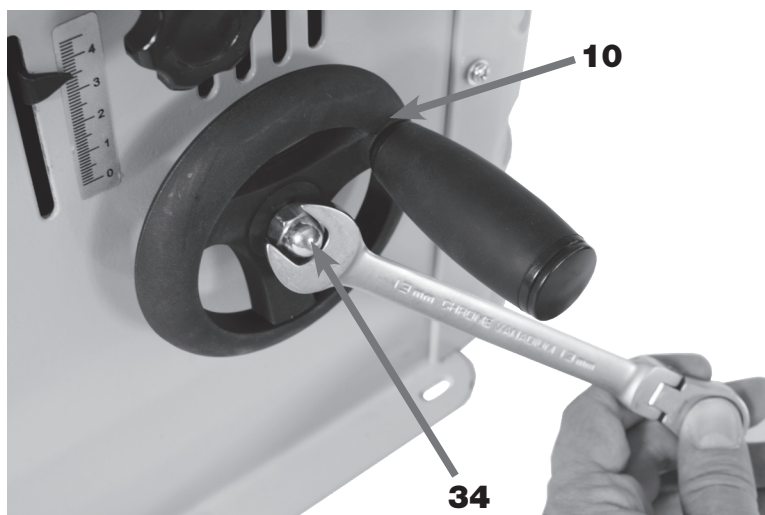

FIGURA 14 - Fixação do Volante de Ajuste da Altura
2. FIXAR a Porca (34) no Volante (10) com um Chave Fixa 13 mm (figura 14);